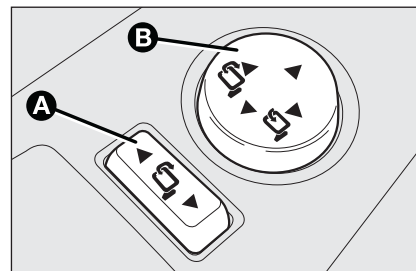

fig. 36
- placer le sélecteur **A-fig. 36** dans la position neutre (aucun rétroviseur sélectionné);
- plier le rétroviseur, en agissant dans les positions latérales du joystick **B-fig. 36**;